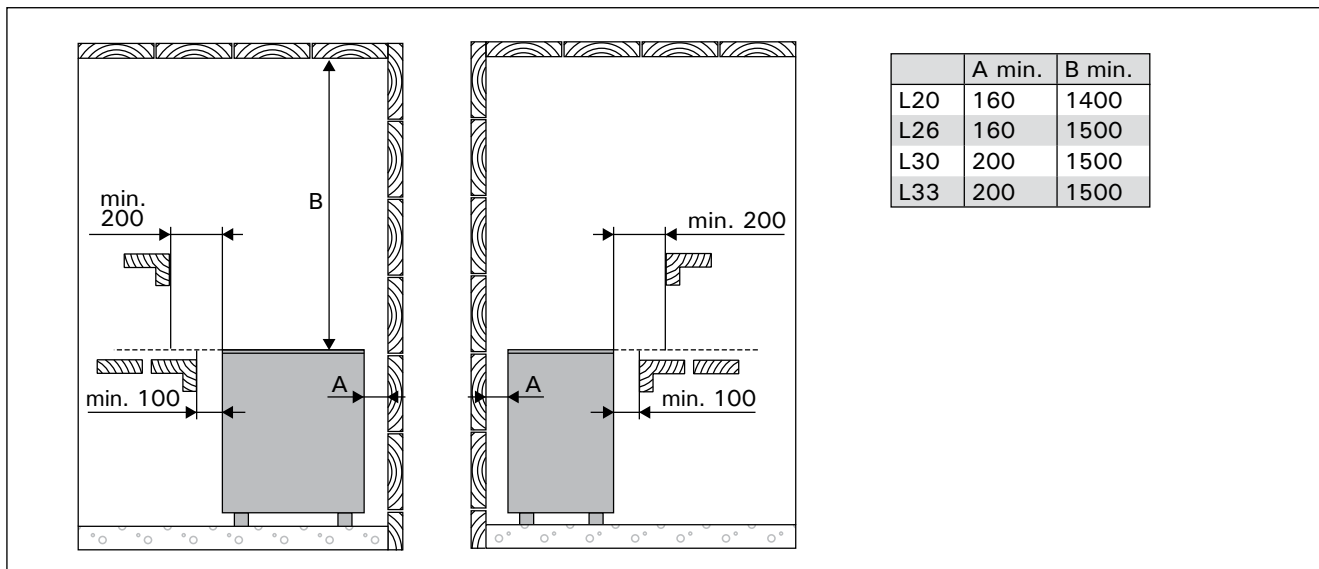

Figura 4. Distanze di sicurezza dalla stufa (tutte le dimensioni sono in millimetri)
- La collocazione della stufa ottempera ai requisiti minimi relativi alle distanze di sicurezza indicati alla figura 4 e nella tavola 2?
La stufa è fissata al pavimento dai punti di fissaggio dei piedini. Prima di fissare la stufa, valutare le distanze minime di sicurezza da materiali infiammabili. Vedere la tabella 2 e la figura 4.
Se attorno alla stufa viene costruita una griglia di sicurezza, è necessario rispettare le distanze minime esposte alla tabella 2 e figura 4.